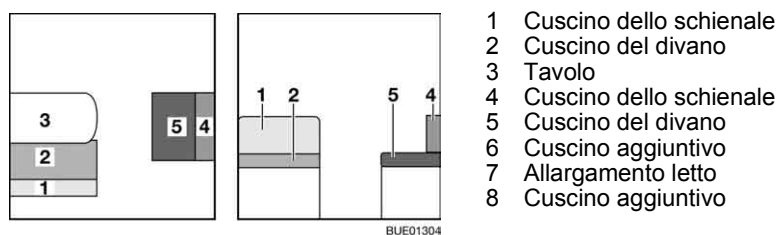

Fig. 132 Prima della trasformazione
- Trasformare il tavolo (Fig. 132,3) in struttura di supporto letto (vedi paragrafo 6.11).
- Rimuovere il cuscino dello schienale (Fig. 132,1) e riporlo.